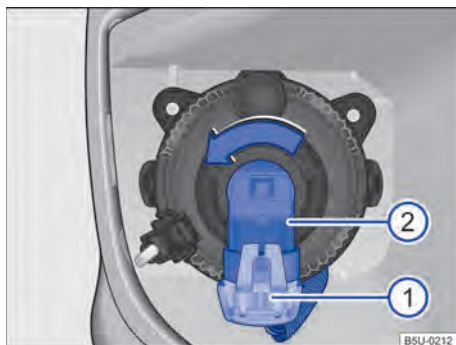

Fig. 191 Trocar a lâmpada incandescente do farol de neblina.
5. Destravar e retirar o conector de alimentação ⇒ Fig. 191 ①.
6. Girar o soquete da lâmpada ⇒ Fig. 191 ②, na direção da seta até o batente no sentido anti-horário e retirar para trás com a lâmpada incandescente.
12. Encaixar o conector de alimentação ⇒ Fig. 191 ① no soquete da lâmpada ②. O conector de alimentação precisa encaixar audivelmente.